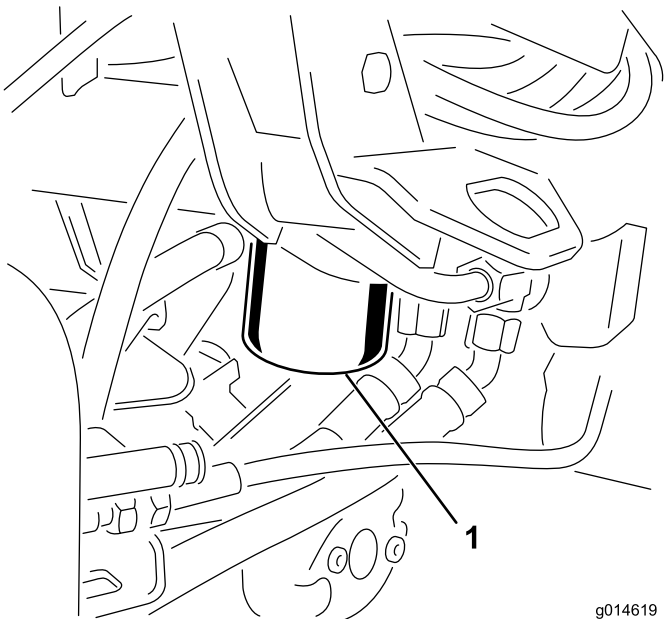

Figure 47
1. Nettoyez la zone autour de la surface de montage du filtre (Figure 47). Placez un bac de vidange sous le filtre et enlevez le filtre.